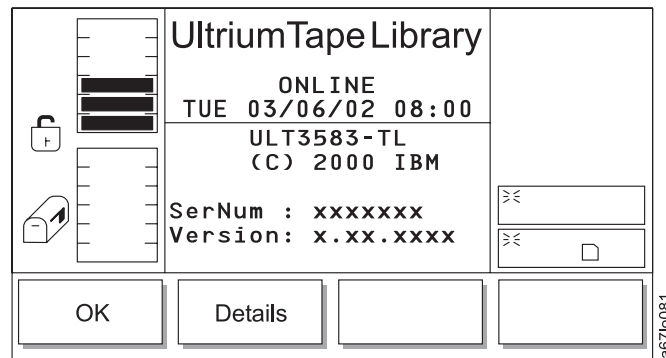

Abbildung 68. Informationsmenü
- Wählen Sie zum Überprüfen des derzeit auf dem Kassettenarchiv geladenen Firmware-Standes **More** → **About** aus. Das Informationsmenü erscheint (siehe Abb. 68).
Tabelle 20. Übersetzung von Abb. 68, Informationsmenü
Überprüfen Sie nach dem Downloaden der Firmware die Installation mit einem Abfragebefehl, der über das Dienstprogrammменю des Servers verfügbar ist, oder über die Bedienerkonsole des Kassettenarchivs durch Auswahl von **More** → **About**. (Informationen über das Ermitteln der Firmware-Version im Informationsmenü enthält Abb. 68 auf Seite 89).